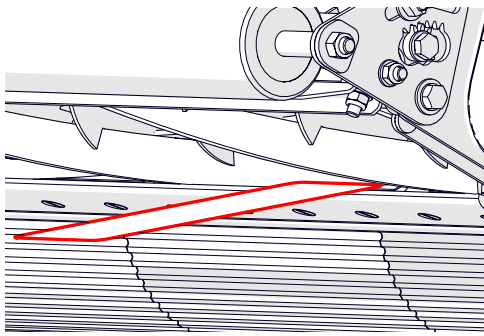

Abb. 12B - Einstellung für die andere Seite wiederholen
4. Wählen Sie die linke oder rechte Seite der Kassette und testen Sie den Schnitt, indem Sie das Kassettenmesser mit einer behandschuhten Hand bewegen und ein Stück Papier zwischen Kassette und Untermesser führen (Abb. 12B). Wenn das Papier nicht oder nicht sauber geschnitten wird, muss das Untermesser nachgestellt werden – siehe Schritt 5. Wenn es sauber geschnitten wird, wiederholen Sie den Test auf der anderen Seite, bevor Sie ggf. mit Schritt 5 fortfahren.